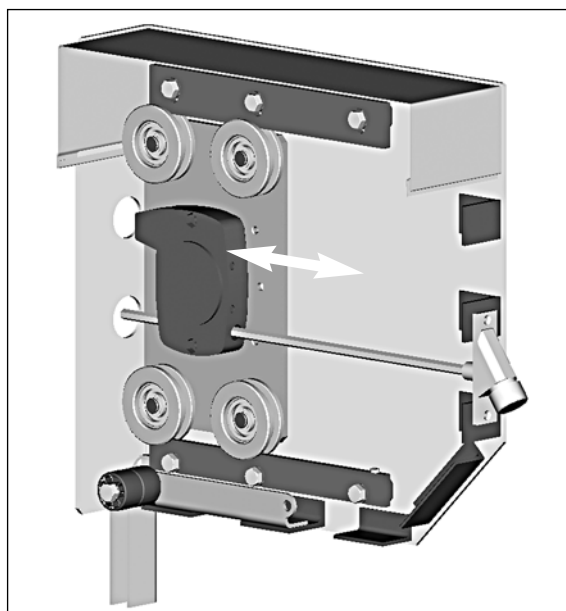

Рис.2.14.
1. Выверить местоположение кардана, обеспечив свободное перемещение каретки с двигателем по приводному штифту кардана (рис.2.14);